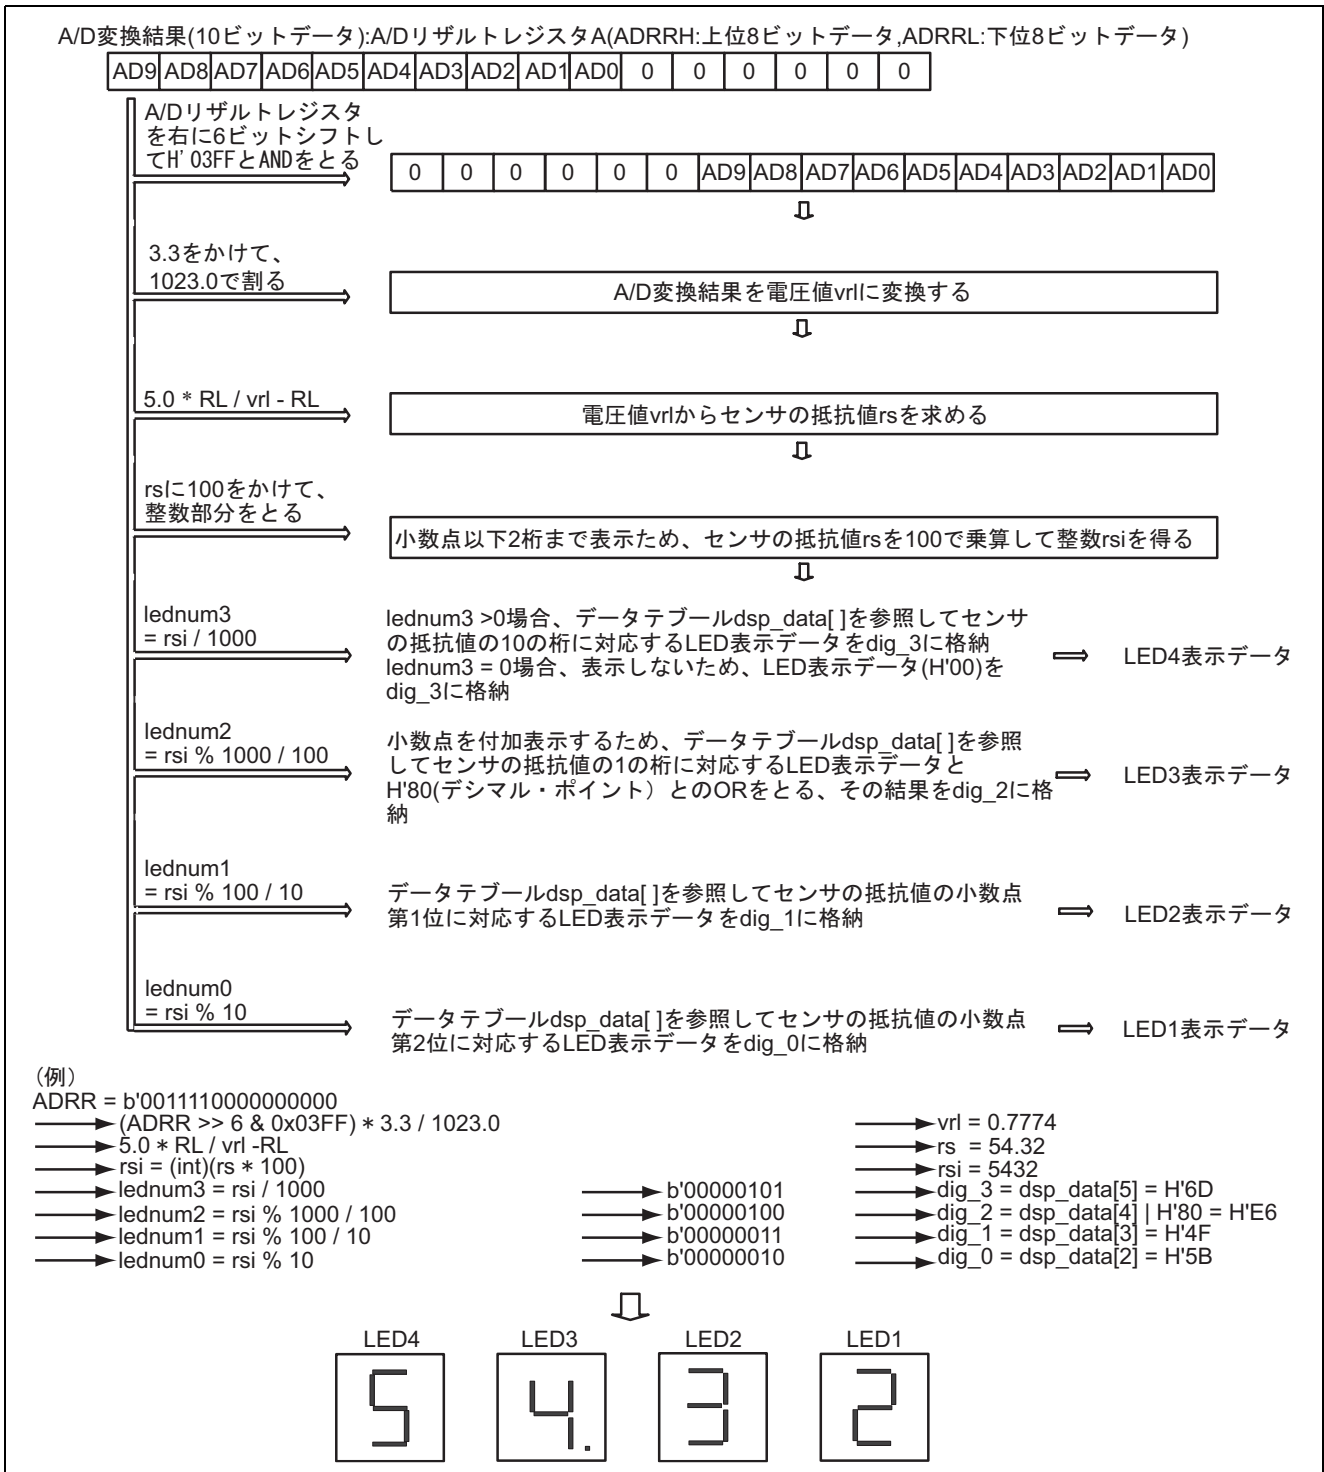

図5 センサの抵抗値のLED表示方法
9. 本タスク例では、小数点第2位までのセンサの抵抗値（単位:k）を7セグメントLEDに表示させます。図5にセンサの抵抗値のLED表示方法を示します。